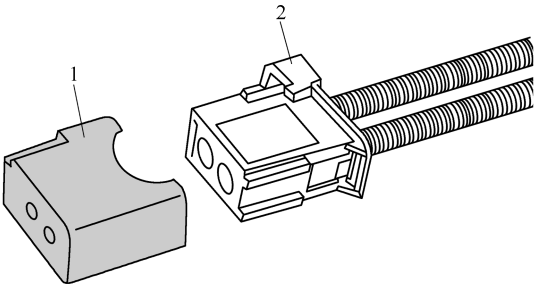

图 9-2-32 用护罩盖住光缆脱开的导线束插头
(4) 如图 9-2-32 所示, 将光缆脱开的导线束插头 2 用护罩 V. A. S 6223/9(编号 1)盖住。